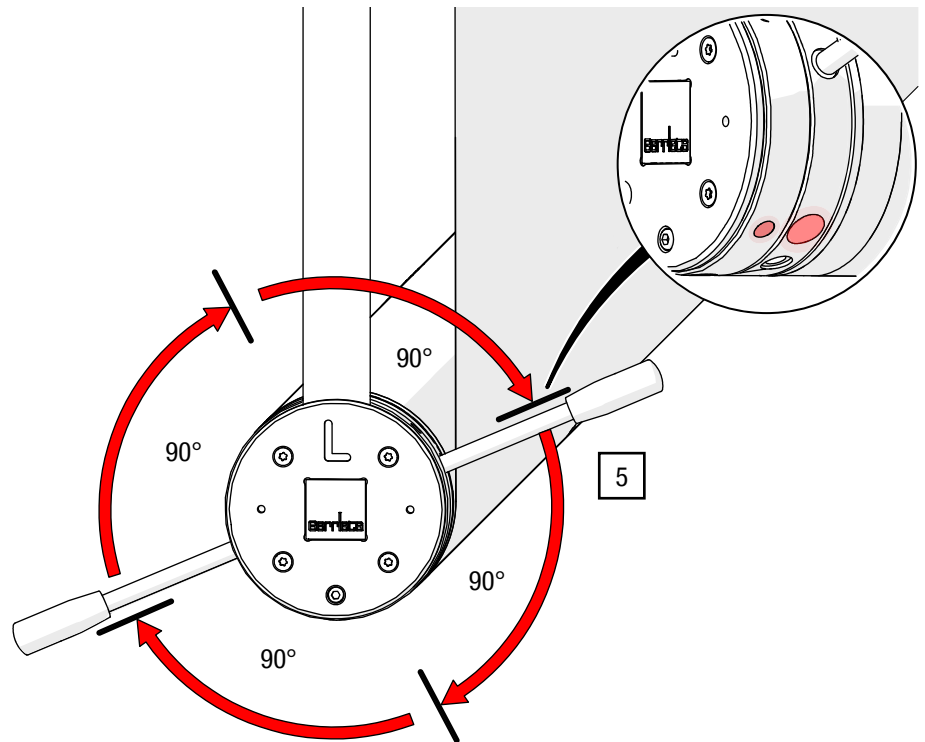

Abb. 32: Wickelfeder mit Spannhebel nachspannen
5. Drehen Sie den Spannring mithilfe der Spannhebel in Wickelrichtung, bis die erforderliche Vorspannung erreicht ist. Achten Sie darauf, dass die Indexpunkte am Spannring und am Gegenbauteil übereinstimmen (siehe Abb. 32).